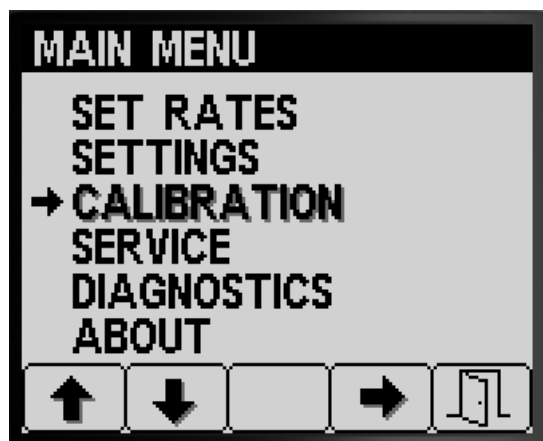

Figure 39
2. Pour accéder à l'écran Étalonnage, appuyez sur le bouton 1 ou 2 dans l'écran MENU PRINCIPAL pour naviguer jusqu'à l'option ÉTALONNAGE (Figure 39).
3. Appuyez sur le bouton 4 pour sélectionner le sous-menu Étalonnage (Figure 39).